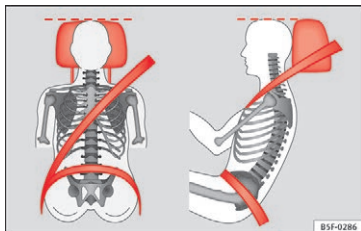

Fig. 84 Korrekt indstillet hovedstøtte set forfra og fra siden
- Indstil hovedstøtterne, så hovedstøttens øverste kant er på højde med den øverste del af hovedet, men ikke lavere end øjenhøjden » **Fig. 84.**